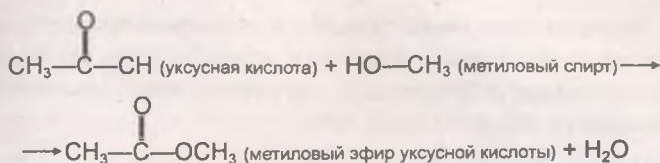

Рис. 162
- 1) при взаимодействии со спиртами (в присутствии концентрированной H_2SO_4) образуются *сложные эфиры*. Образование сложных эфиров при взаимодействии кислоты и спирта в присутствии минеральных кислот называется реакцией *этерификации*. Название происходит от лат. *ester* — «эфир». Данную реакцию можно рассмотреть на примере образования метилового эфира уксусной кислоты из уксусной кислоты и метилового спирта (рис. 162).